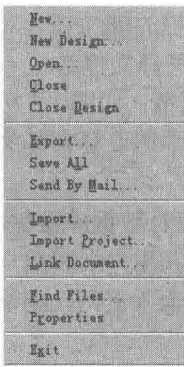

图 1.10 File 菜单
(1) File 菜单: 如图 1.10 所示。主要命令包括文件或设计数据库的新建、打开、关闭和保存; 文件的导入、导出、链接、查找和查看属性等。我们将在后面对主要功能进行详细介绍。